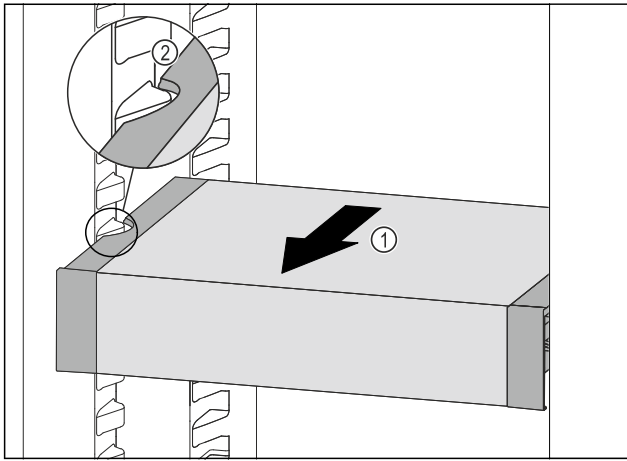

Fig. 128
- ▶ Потягнути VarioSafe вперед Fig. 128 (1), поки бокові заглиблення VarioSafe не опиняться на рівні ребра для ємності в охолоджувальному відділенні. Fig. 128 (2)